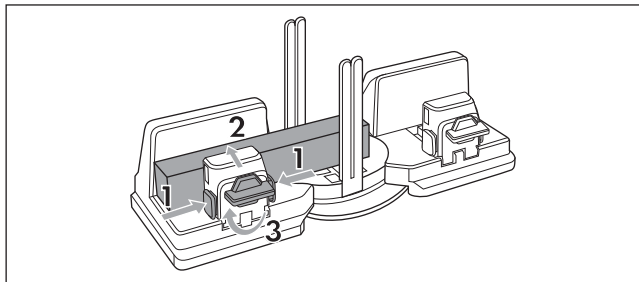

Fig. 6
- ◆ Maintenez les boutons de déblocage ④ appuyés et déplacez la bride de serrage ② pour positionner la pièce en bois.
- ◆ Placez la pièce en bois entre la mâchoire de retenue ③ et la bride de serrage ②. Veillez à ce que la pièce en bois soit guidée le long des barres de guidage ⑦ (voir fig. 6).
- ◆ Maintenez les boutons de déblocage ④ appuyés et déplacez la bride de serrage ② en direction de la pièce en bois. Relâchez les boutons de déblocage ④ une fois que la pièce en bois est serrée (voir fig. 6).
- ◆ Tournez le bouton d'arrêt ⑤ dans le sens horaire pour immobiliser la pièce en bois (voir fig. 6).